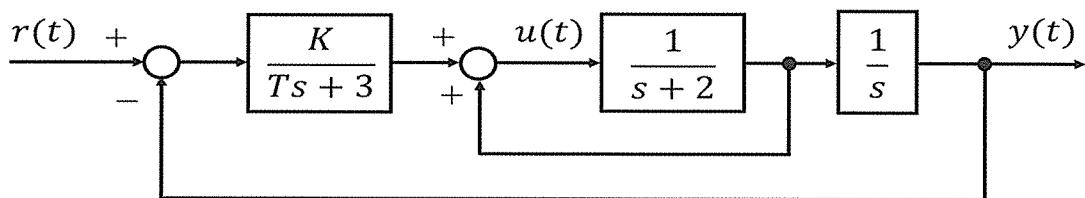

図1
- (1) 入力を  $r(t)$ , 出力を  $y(t)$  とした伝達関数  $G_{yr}(s)$  と, 入力を  $r(t)$ , 出力を  $u(t)$  とした伝達関数  $G_{ur}(s)$  をそれぞれ求めよ。
- (2) 図1のフィードバック制御系が安定となる  $K$  と  $T$  の範囲を求めよ。
- (3)  $T = 0$ ,  $K = 12$ ,  $r(t) = \sin 2t$  としたときの定常応答が  $y(t) = A \sin(\omega t + \phi)$  となつた。 $A$ ,  $\omega$ ,  $\phi$  をそれぞれ求めよ。
- (4)  $K$  と  $T$  は図1のフィードバック制御系が安定となる範囲とし,  $r(t)$  として以下の信号を入力した。